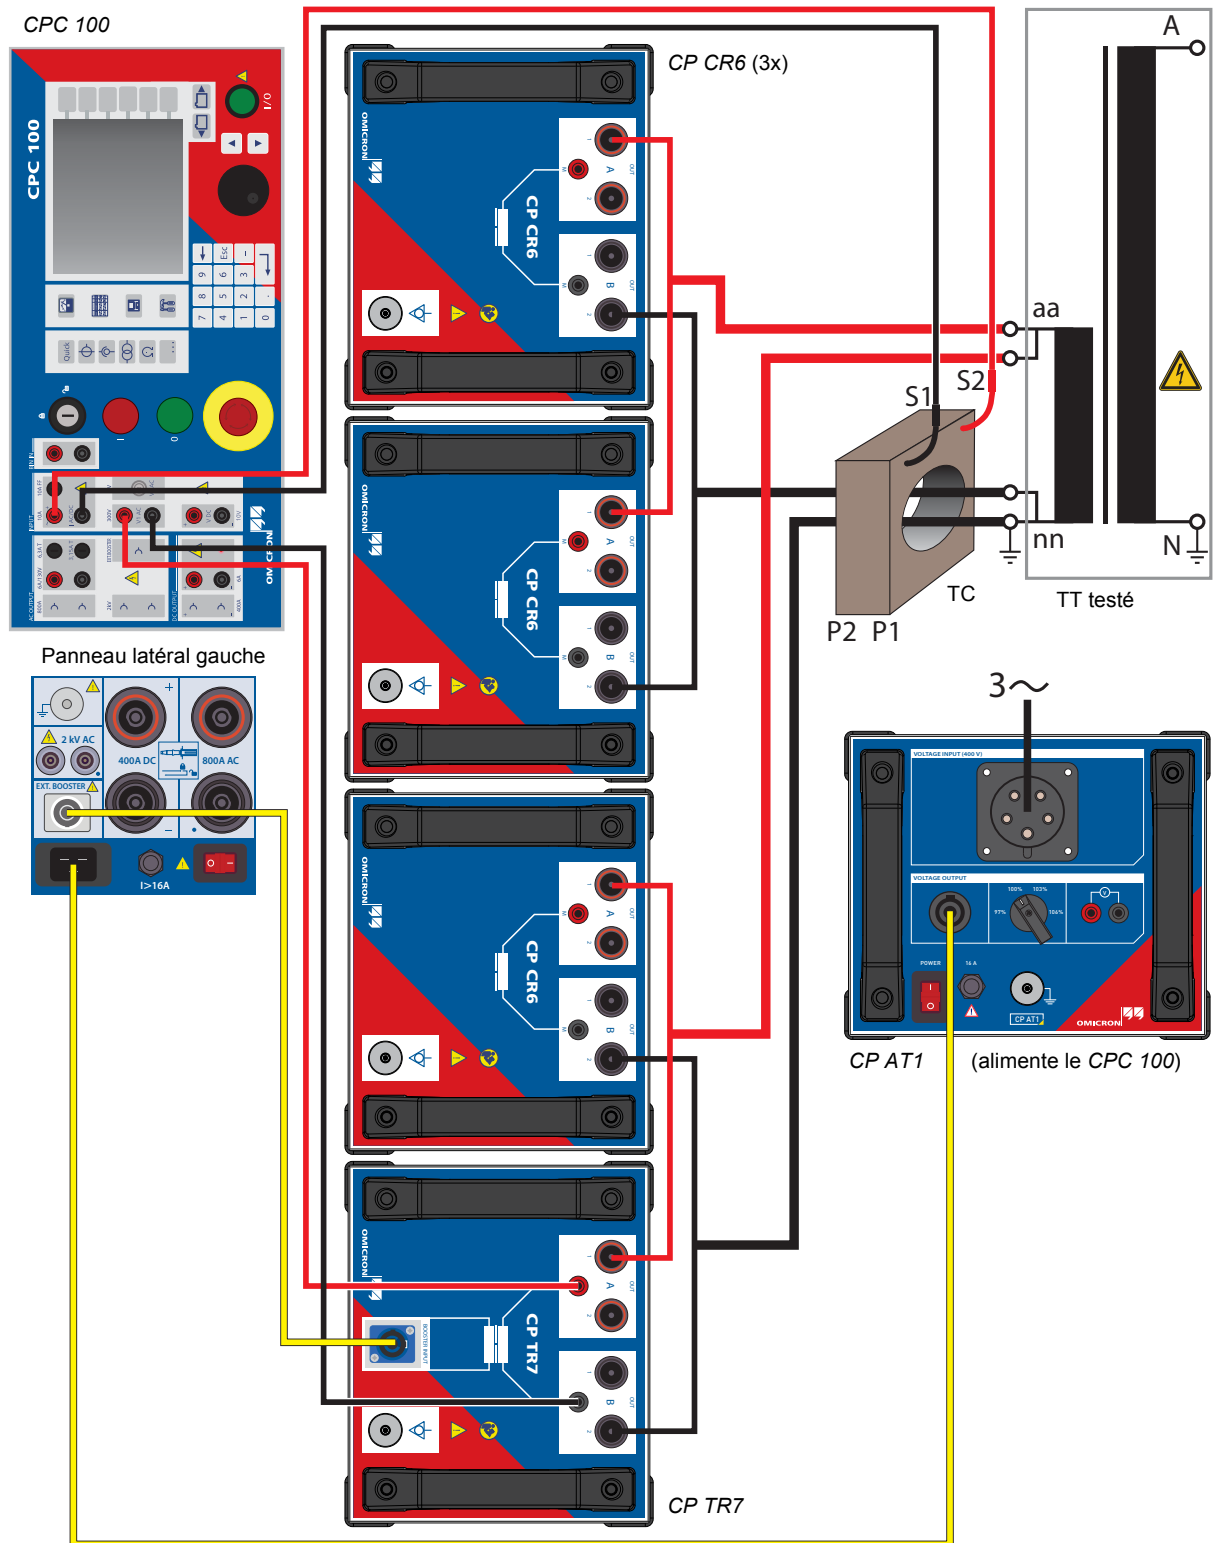

Figure 3-8: Montage pour 1,56 mH
7. Pour la mesure du courant à l'entrée du TT de puissance, connecter le transformateur de courant fourni comme indiqué à la figure 3-8 sur la page suivante.